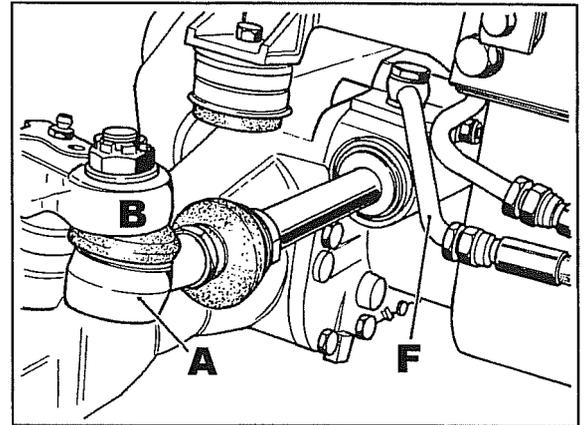

Fig. 69
- b. Desconectar el tubo que funciona de descarga virando hacia la derecha (**F** fig. 69).
1. De un lado desconectar la junta esférica **A** fig. 69 del vástago del cilindro, mientras que del otro lado es necesario quitar la junta desconectándola tanto del vástago del cilindro como también del brazo **B** fig. 69 del cubo rueda.